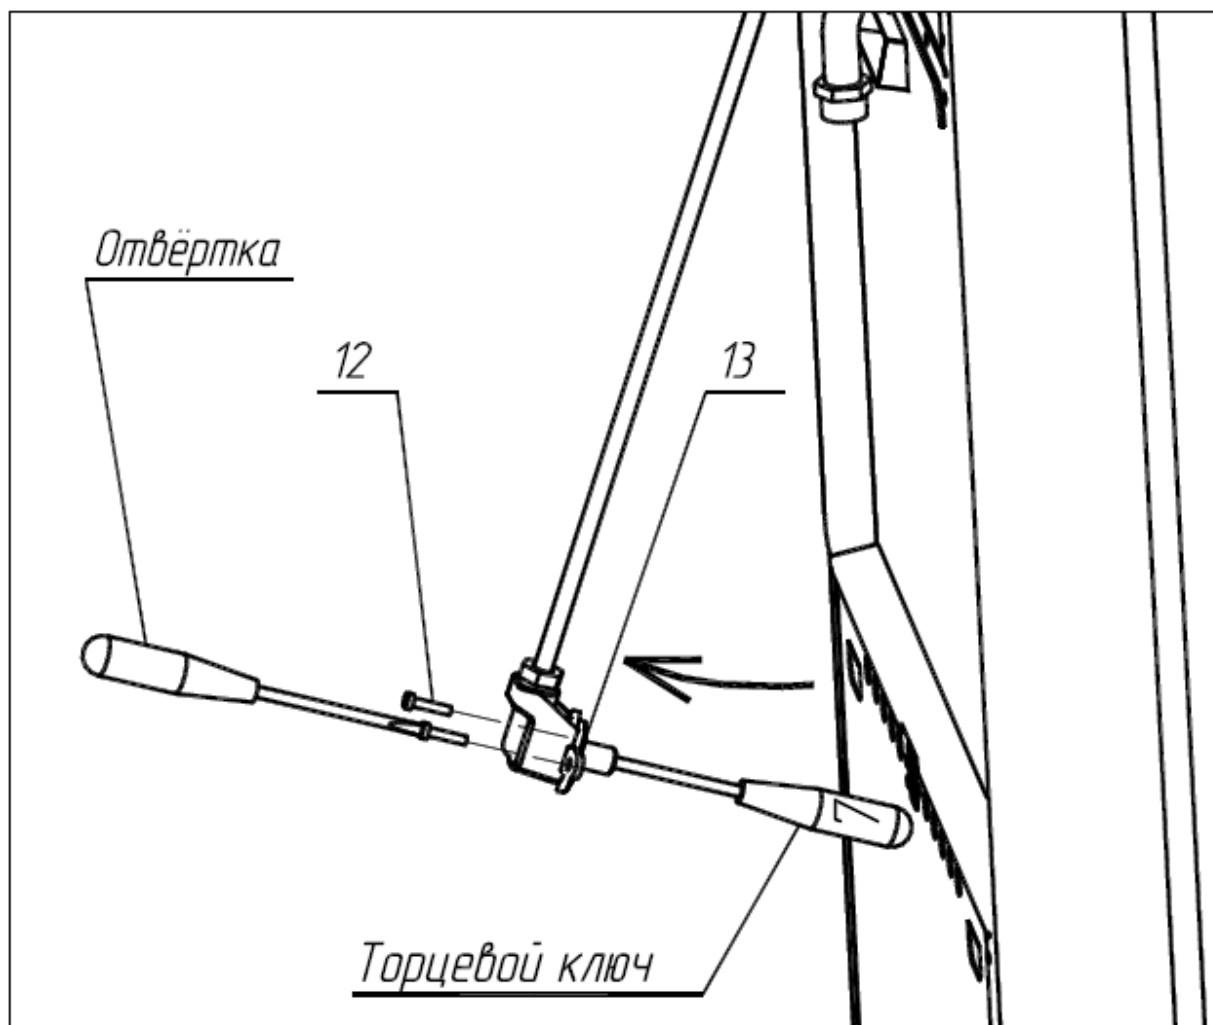

Рисунок 5 - Замена сопла духовки
4.2.2 Замена сопла горелки духовки (рисунок 5)